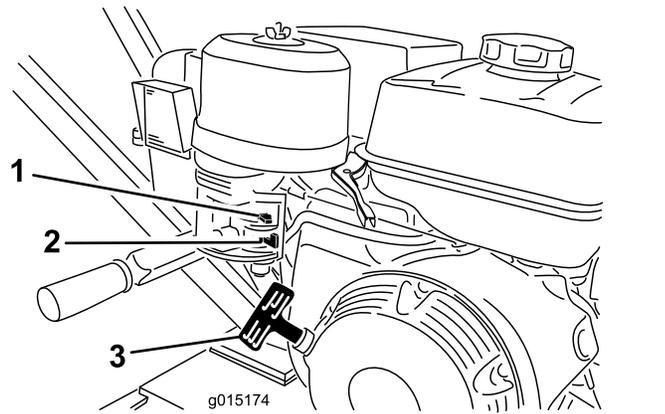

Figure 8
1. Tournez le robinet d'arrivée de carburant complètement à droite, en position OUVERTE (Figure 8).
2. Placez la commande de starter en position EN SERVICE (Figure 8).
5. Tirez légèrement sur la poignée du lanceur jusqu'à ce que vous sentiez une résistance, puis tirez vigoureusement (Figure 8). Relâchez lentement la poignée du lanceur.